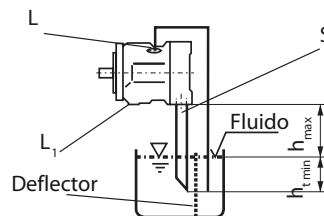

fig. 4
Conecte "L" y "S" ver fig. 4, portico "L" cerrado
a) Al montar sobre el depósito: ver fig. 4 (comparar condiciones limitantes de artículos)